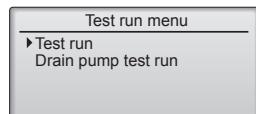

Fig. 8-2
- Seleccione "Test run" (Modo prueba) desde el menú Modo prueba, y pulse el botón [ACEPTAR]. (Fig. 8-2)